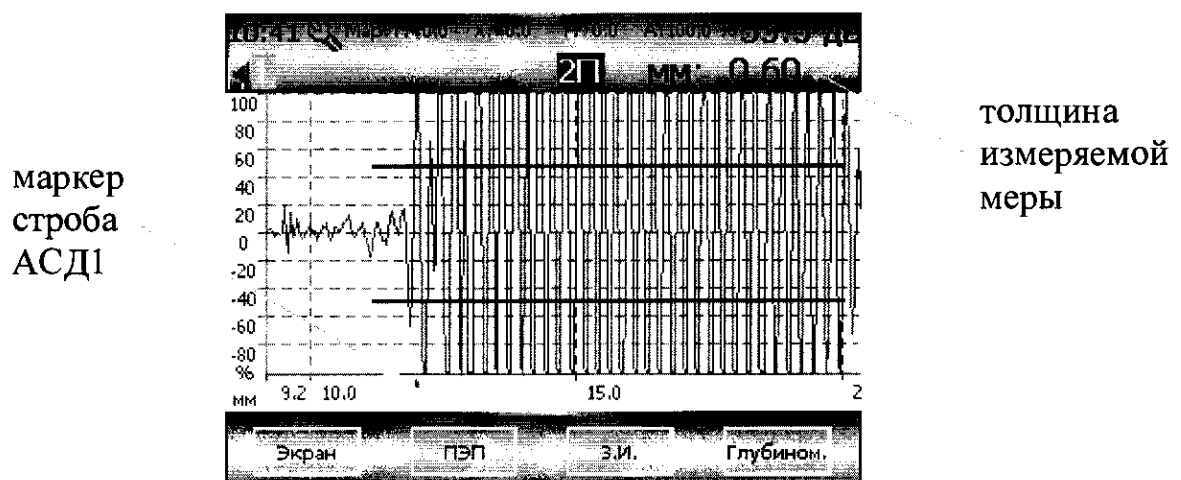
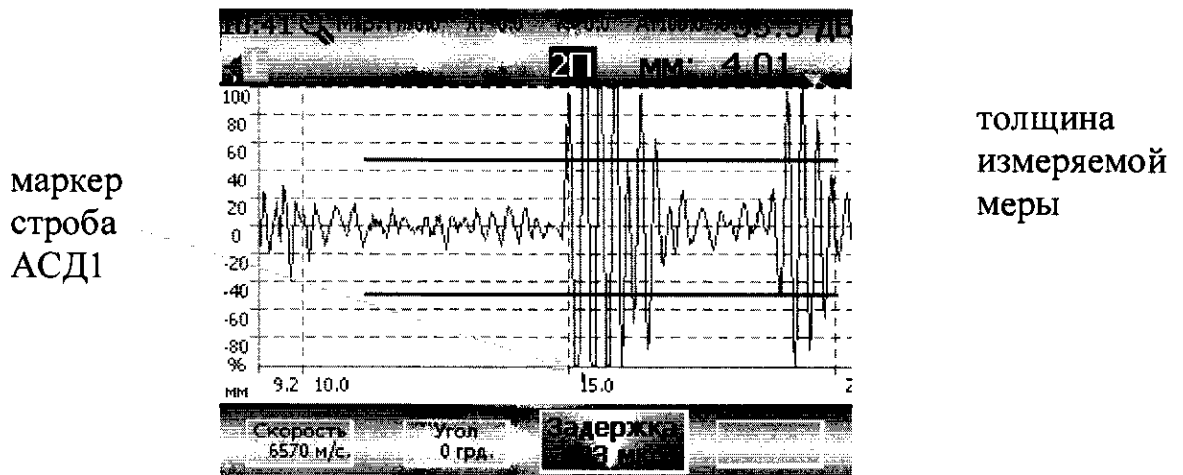

Рисунок 19 – Калибровка на мере толщиной 0,6 мм
Рисунок 20 – Калибровка на мере толщиной 4 мм
8.15.4 Для калибровки используются меры близкие к минимальной и максимальной толщине для соответствующего диапазона (см. таблицу 35). Нанести на поверхность калибровочной меры меньшей толщины контактную жидкость. Установить ПЭП на поверхность меры и зафиксировать его. Увеличивать усиление дефектоскопа, до тех пор пока над первым периодом донного сигнала не появится маркер строба АСД1 (см. рис. 19) Нанести на калибровочную меру большей толщины контактную жидкость, установить ПЭП на поверхность меры, и убедиться, что донный сигнал и маркер строба видны на экране дефектоскопа (см. рис. 20).
8.15.6 Установить ПЭП на меру толщиной 0,6 мм. Регулировкой параметра «Задержка» добиться показания толщины равного или близкого к значению эквивалентной ультразвуковой толщины меры (см. рис. 19) Установить ПЭП на меру толщиной 4 мм. Регулировкой параметра «Скорость» добиться показания толщины равного или близкого к значению эквивалентной ультразвуковой толщины этой меры (см. рис. 20) Многократным повторением операций калибровки на мерах 0,6 мм и 4 мм добиться показаний толщины близких к значениям толщин этих мер.